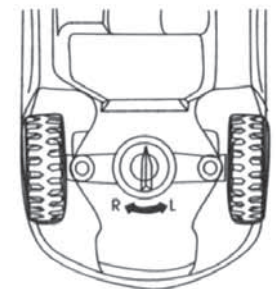

図 4
3. ステアリング（自動車の方向変換）の調整が左や右に向けることで簡単に出来ます。（図 4 参照）